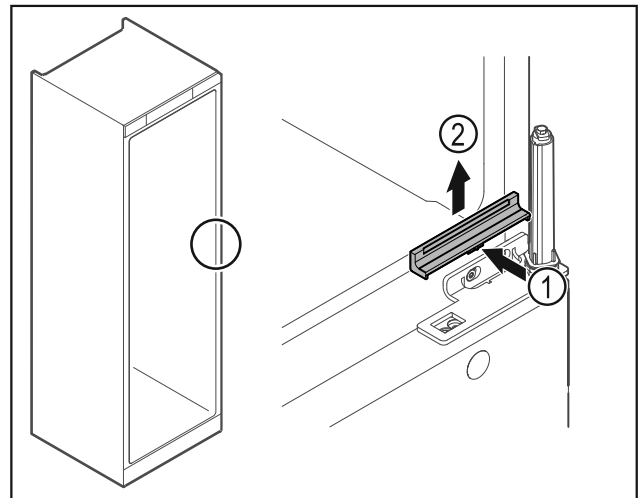

Fig. 32
- Appuyer légèrement sur le centre du cache Fig. 32 (1) et le retirer par le haut Fig. 32 (2).